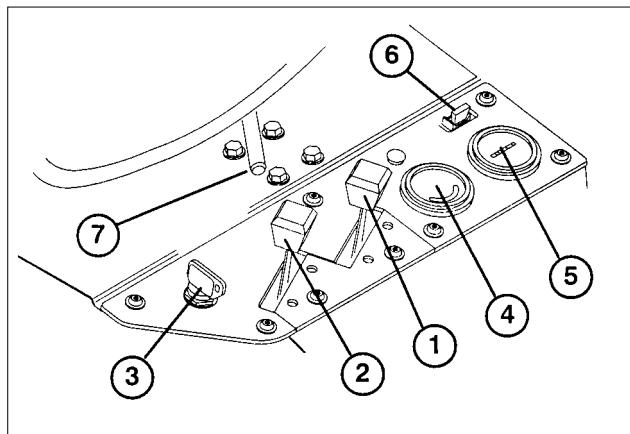

Figure 7
**COMMANDE DES GAZ** (Fig. 7)—La commande des gaz contrôle le régime du moteur. Déplacer la commande vers FAST (RAPIDE) pour accroître le régime du moteur; la déplacer vers SLOW (LENT) pour diminuer le régime.
**STARTER** (Fig. 7)—Pour démarrer un moteur froid, fermer le volet de starter du carburateur en poussant la commande de starter vers l'avant jusqu'à CLOSE (FERME). Lorsque le moteur a démarré, réguler le starter afin que le moteur tourne régulièrement. Ouvrir le volet du starter dès que possible en tirant la commande de starter vers l'arrière jusqu'à OPEN (OUVERT). Un moteur chaud n'a pas ou presque pas besoin du starter.
**CONTACTEUR D'ALLUMAGE** (Fig. 7)—Insérer la clé dans le contacteur et la tourner dans le sens des aiguilles d'une montre jusqu'à START (DEMARRE) pour mettre le moteur en route. Relâcher la clé dès que le moteur
**AMPEREMETRE** (Fig. 7)—Indique le régime de charge et de décharge de la batterie.
**FUSIBLE** (Fig. 7)—Le fusible de 20 A fait partie du circuit électrique.
**COMPTEUR HORAIRE** (Fig. 7)—Indique le nombre d'heures total d'utilisation de la machine. Le compteur horaire se déclenche chaque fois que la clé de contact est mise sur ON (MARCHE).
**MANETTE DE REGLAGE DU SIEGE** (Fig. 7)—Située à gauche du siège, cette manette permet de régler le siège sur une plage de 10,5 cm en avant et en arrière.